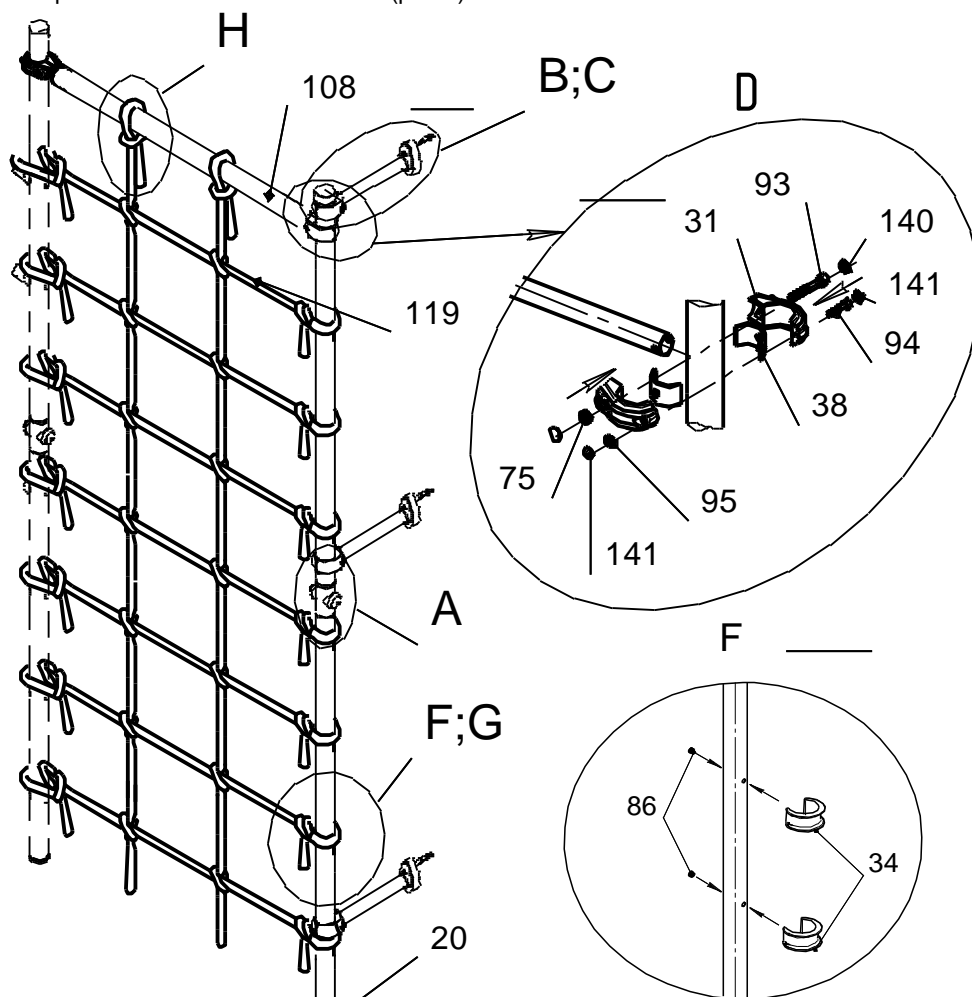

Рис.2
8.5.2. Сборка и монтаж комплекса комплектации -45 (рис.2).